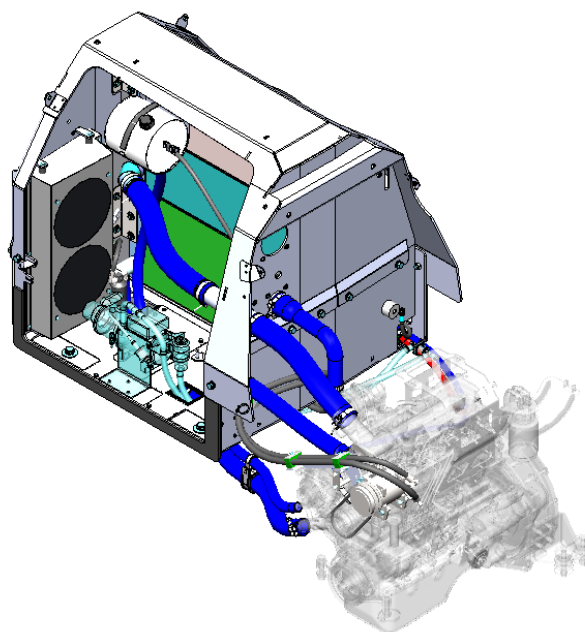

Рисунок 5.35. Система охлаждения двигателя – осмотр на предмет протечек
- ▶ Осмотреть блок радиаторов, трубопроводы, места подключения к блоку радиаторов, к двигателю, прокладку трубопроводов по машине на предмет наличие протечек и повреждений (см. рис. 5.35).